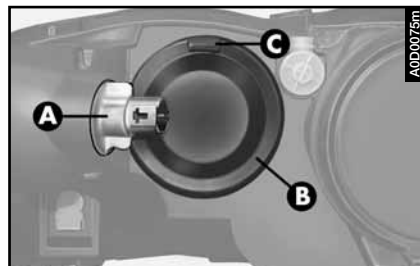

fig. 45
- girar hacia la izquierda y sacar el grupo portalámparas (**A- fig. 45**) del intermitente, sin desenchufar el conector, para aumentar el espacio de maniobra;